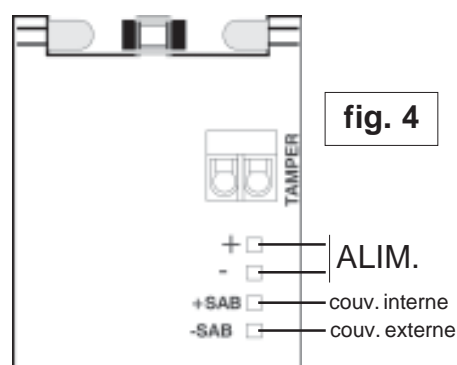

fig. 4
- Alimenter le dispositif en connectant le fil rouge à la borne 3 et le fil noir à la borne 2 du module sirène (figure 4).
- Connecter la sortie tamper (autoprotection) aux bornes 7 et 8 du module (figure 4).